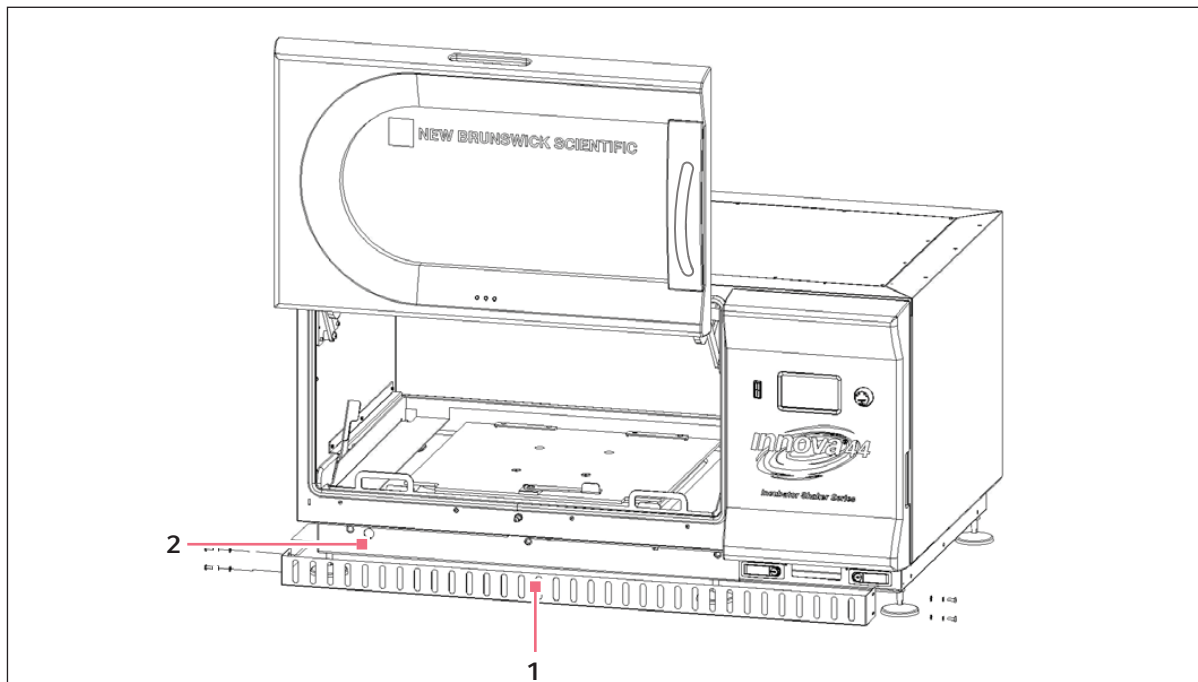

Abb. 8-6: Frontgitter
1. Entfernen Sie die vier Flügelschrauben, die das Frontgitter an seinem Platz halten (Abb. 8-6 auf S. 47).
1. Entfernen Sie die vier Flügelschrauben, mit denen das Frontgitter befestigt ist (siehe Abb. 8-6 auf S. 47). Heben Sie die Schrauben auf, Sie benötigen sie anschließend wieder.